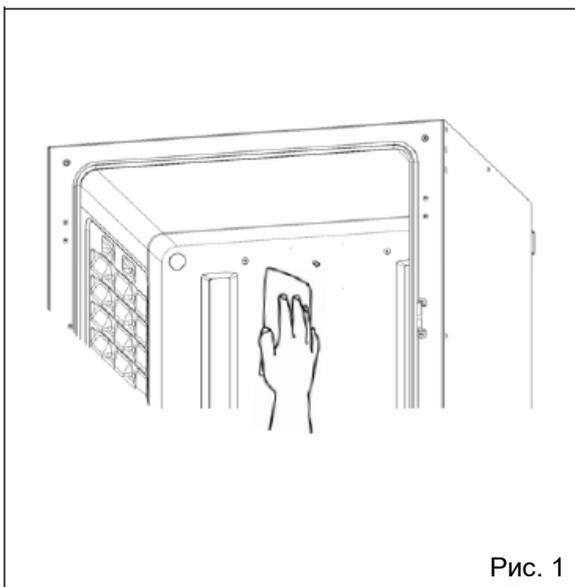

Рис. 1
2. Установите увлажнительный поддон и крышку увлажнительного поддона (Рис. 1).
2. Очистите снятые внутренние принадлежности, внутренние стенки камеры и внутренние прокладки дверей тканью или губкой, смоченной в нейтральном моющем средстве, разбавленном до 5% или менее. Неразведенное моющее средство может повредить пластиковые компоненты. Для разбавления моющего средства обратитесь к прилагаемой к нему инструкции (Рис. 1).
2. Откройте наружные и внутренние дверцы и извлеките все лотки. (Рис. 1).
**Примечание:** При установке вентилятора надежно вставьте его на вал двигателя. Слегка прокрутите вентилятор вручную, чтобы убедиться, что он не касается задней панели и установлен прочно (Рис. 1).
- ① Расположите центральное отверстие вентилятора на выступе вала двигателя. И глубоко вставьте его.
- ② Слегка прокрутите вентилятор вручную, чтобы убедиться, что он не касается задней панели.
- ③ Слегка потяните вентилятор вручную, чтобы убедиться, что он установлен прочно. Рис. 1
1. Вытащите увлажнительный поддон на себя (Рис. 1).